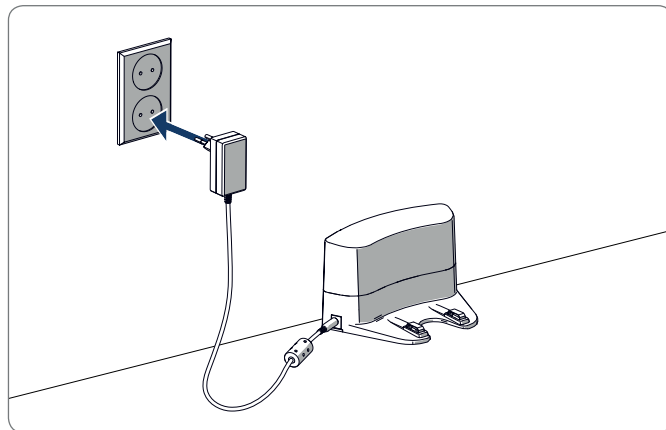
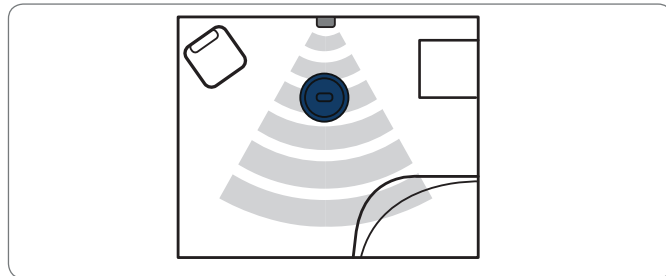

Figura 7 - Conexión de la estación de carga a la red de alimentación
Figura 8 - Ejemplo de posible colocación de la estación de carga
4. Conecte la estación de carga a la red de alimentación, vea Figura 7. La estación de carga mostrará una luz de alimentación azul fija. Figura 8 muestra un ejemplo de una posible distribución.